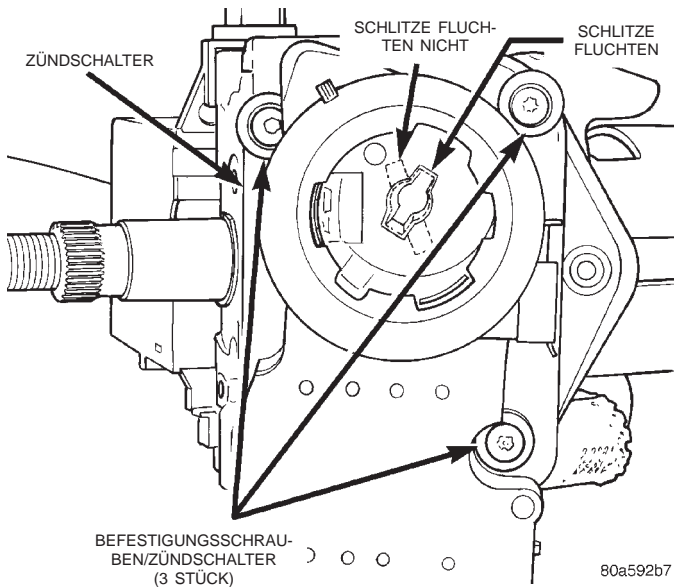
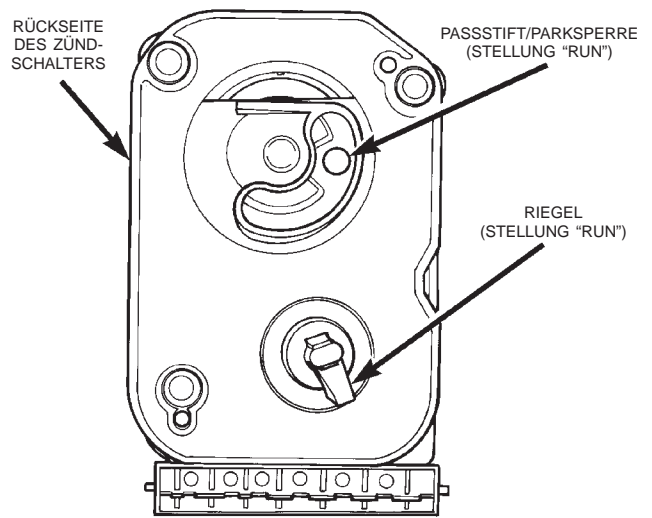

Abb. 45 Befestigungsschrauben des Zündschalters
Abb. 47 Riegel in Stellung "RUN"
(1) Schließzylinder wie vorstehend beschrieben ausbauen.
(2) Die drei Befestigungsschrauben des Zündschalters mit einem Torx-Schlüssel lösen (Snap-On® SDM-TR10 oder gleichwertiges Werkzeug) (Abb. 45).
(1) Den Riegel (Abb. 47) auf der Rückseite des Zündschalters in Stellung "RUN" bringen. Auf diese Weise paßt der Zapfen (Abb. 48) am Schließzylinder in die Schlitzte (Abb. 45) im Innern des Zündschalters.